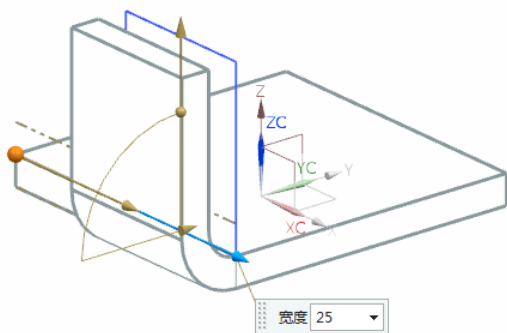

图 3-17 更改“宽度”后的示意图
(5) 在对话框中更改宽度为 25 或者直接在视图区中将“宽度”值更改为 25，示意图如图 3-17 所示。